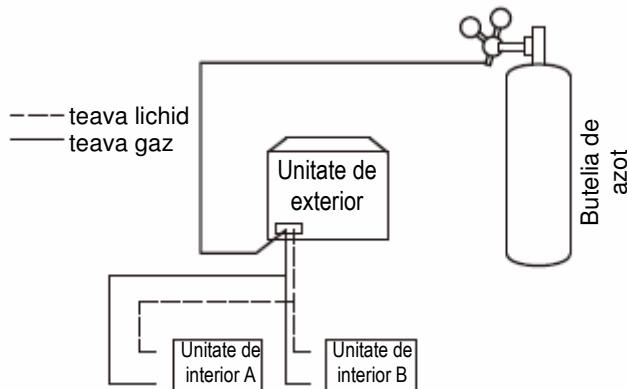

Figura 5.13
4. Utilizati capace oarbe pentru a bloca toate deschizaturile de pe partea cu lichid (gaz), cu exceptia deschizaturii la unitatea de interior cea mai departata de unitatile externe ("Unitatea de interior A" din Figura 5.13).